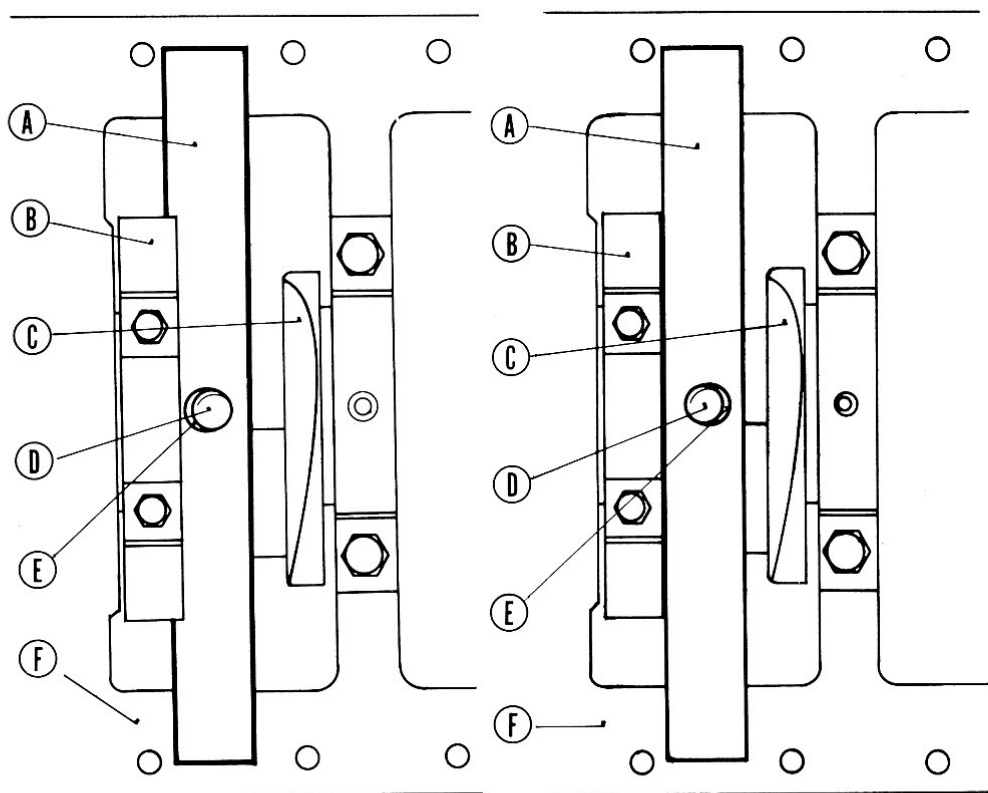

Fig. 45
- 6° Placer la traverse du MITI en appui sur le plan de joint du bloc-cylindres (fig. 45).